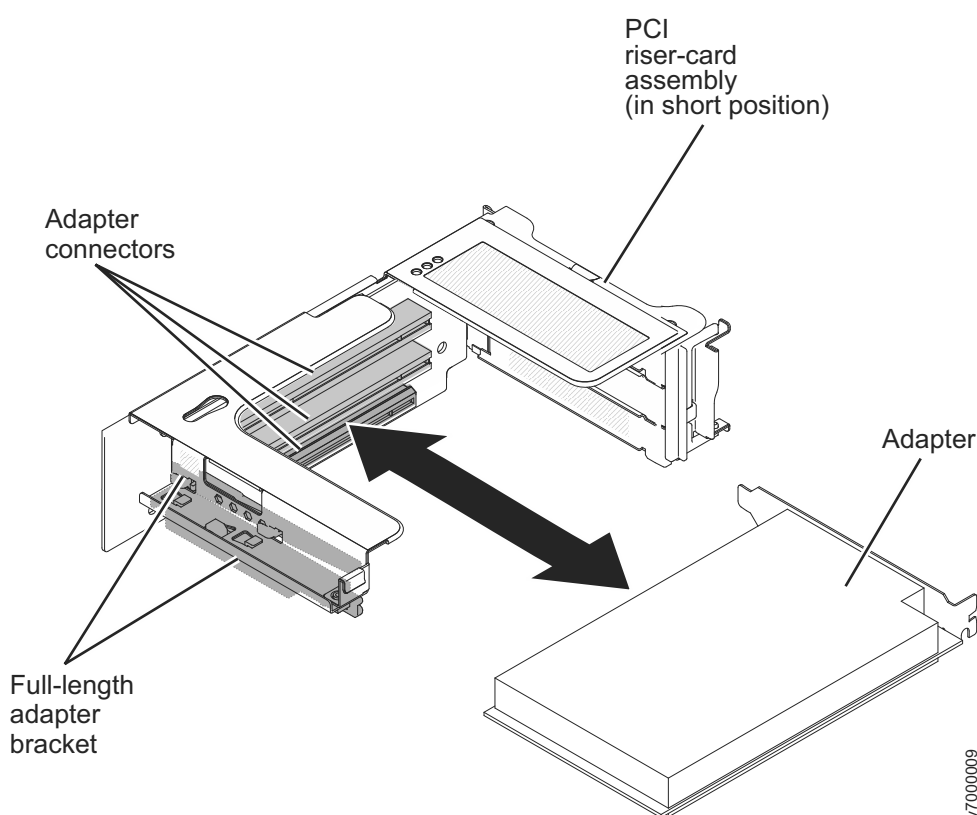

Figura 160. Inserindo o Adaptador no Conector PCI
1. Instale o adaptador no slot de expansão, conforme mostrado na Figura 160.